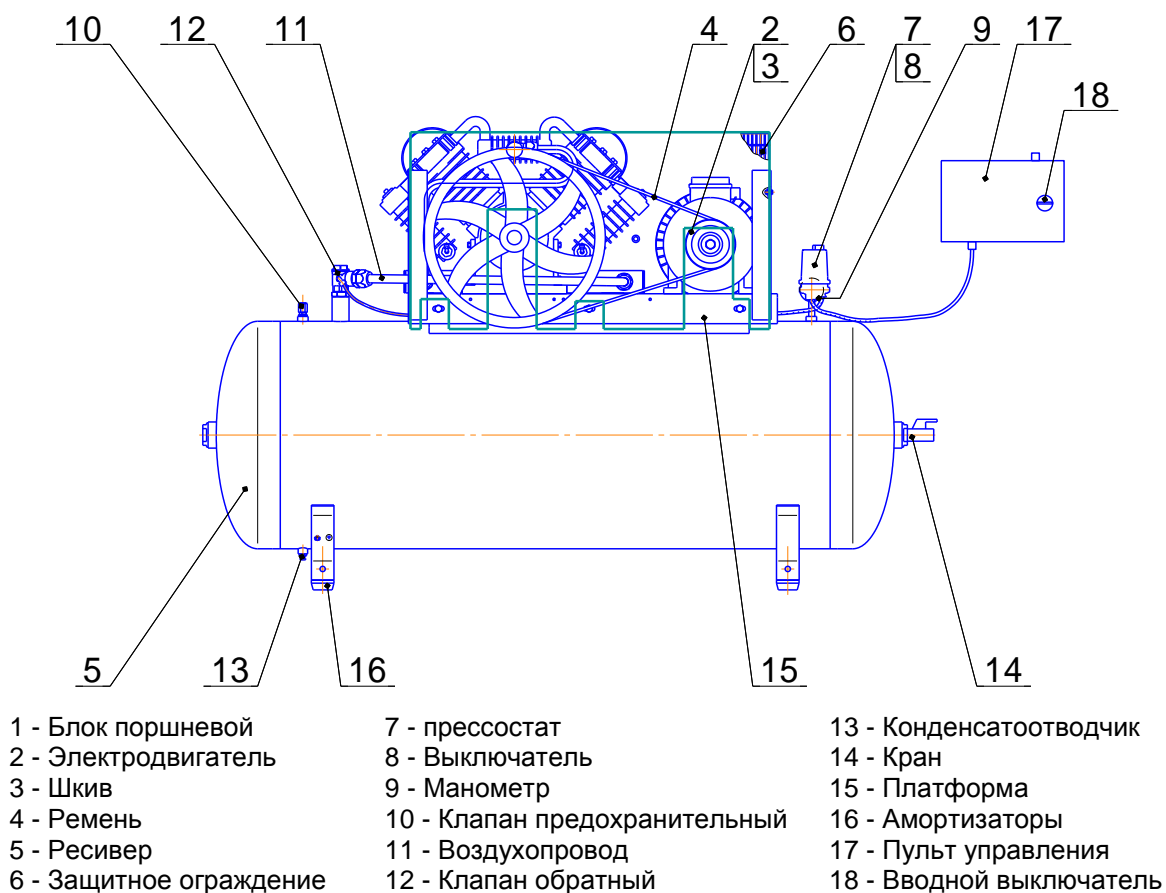

Рисунок 4 - Общий вид компрессора СБ4/Ф-500.LT100/16, СБ4/Ф-500.LT100-11,0
- 17 - **Пульт управления** представляет собой короб закрытого типа с установленной платой, на которой смонтирована пускорегулирующая аппаратура и устройства защиты. Вводной выключатель поз. 18 (см. рисунок 4) предназначен для включения питания компрессора.